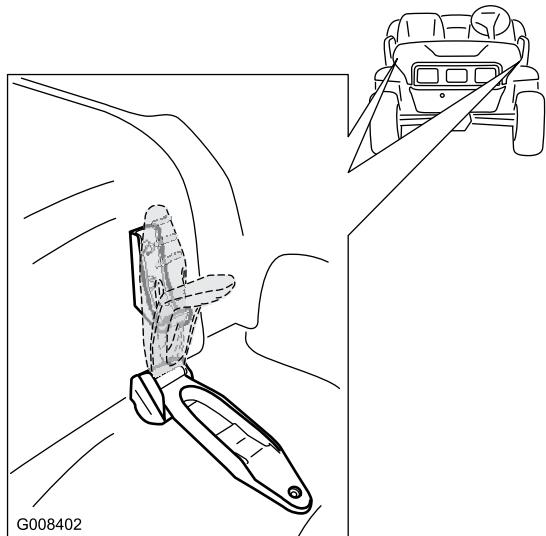

Figura 23
1. Sollevate la stegola dei fermi in gomma su ciascun lato del cofano (Figura 23).
2. Fissate il cofano allineando i fermi in gomma sugli ancoraggi dei fermi su ciascun lato del cofano (Figura 23).